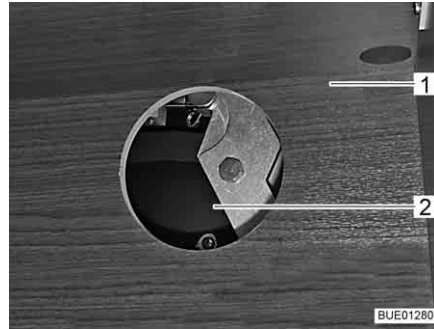

Fig. 109 Accès à l'entraînement
- Suivant le modèle, ouvrir le portillon du meuble haut (Fig. 109,1) et retirer le couvercle de l'ouverture d'accès (Fig. 109,2).